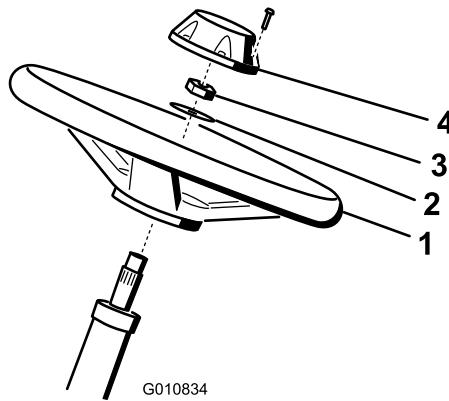

Bild 6
1. Schieben Sie das Lenkrad auf die Lenkwellen (Bild 6).
2. Schieben Sie die Scheibe auf die Lenkwellen (Bild 6).
3. Befestigen Sie das Lenkrad mit einer Sicherungsmutter an der Welle und ziehen es auf 27–35 N·m an (Bild 6).
4. Setzen Sie den Deckel auf und befestigen ihn mit sechs Schrauben am Lenkrad (Bild 6).